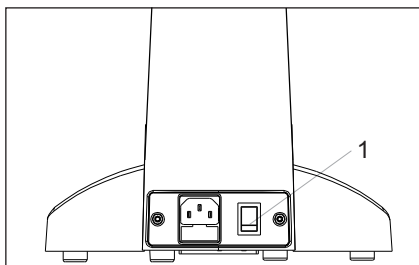

Fig. 20
2. Rote el mando de ajuste de intensidad de la luz (Fig.20) en la dirección de la flecha para aumentar el brillo o rótelea en sentido contrario para disminuir el brillo. La barra de intensidad ubicada junto al mando indica la dirección del nivel de intensidad.